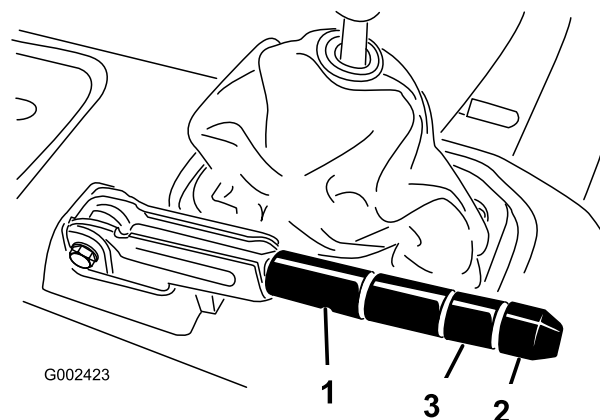

図 61
2. ブレーキレバーに調整ノブを固定している固定ネジをゆるめる（図 61）。